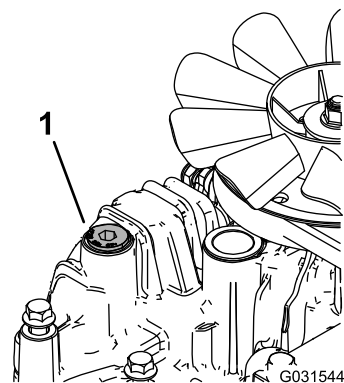

Bild 77
11. Lockern Sie die Entlüftungsschraube in jedem Getriebe, sodass sie lose ist und wackelt (Bild 77).